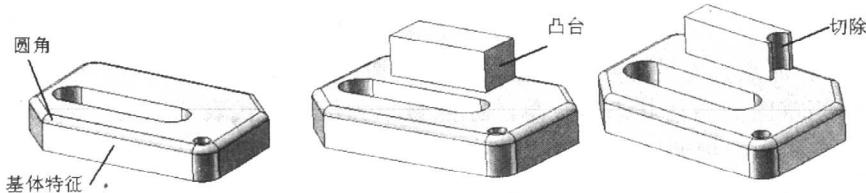

图 1-1-4 组合特征形成零件
4. 具有特征造型功能。用来生成零件的特征包括形状（拉伸、切除、孔）和操作（圆角、倒角等）（如图 1-1-4 所示）。在 3D 系统中，拉伸、切除、孔、倒角等均称为特征。特征这个概念很重要。